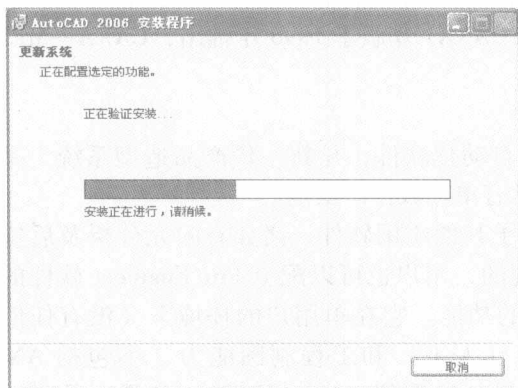

图 1-13 “更新系统”对话框
11) 在“开始安装”对话框中,单击“下一步”按钮,弹出“更新系统”对话框,如图 1-13 所示。“更新系统”对话框显示了安装进度。